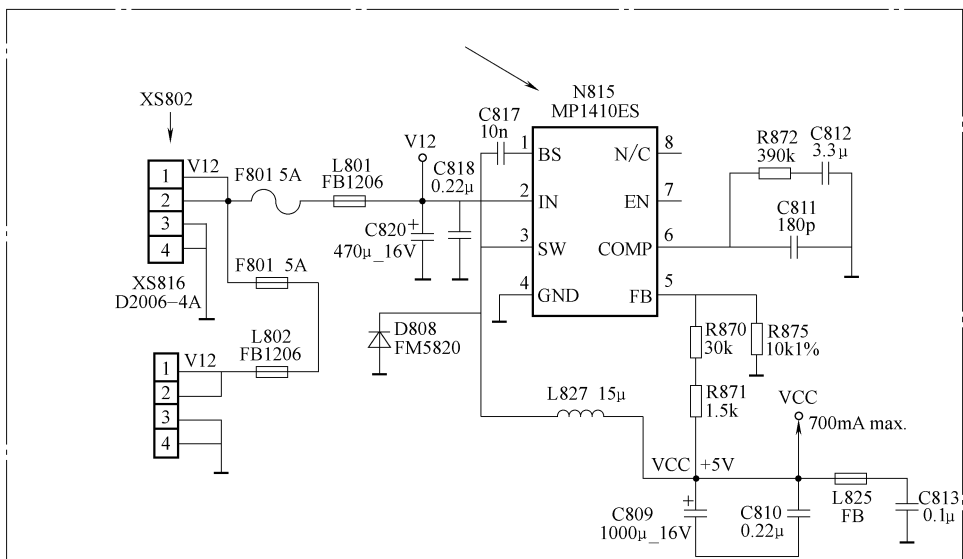

图 5-81 N815 (MP1410ES) 相关电路截图
- 2) N815 (MP1410ES) 相关电路截图如图 5-81 所示。